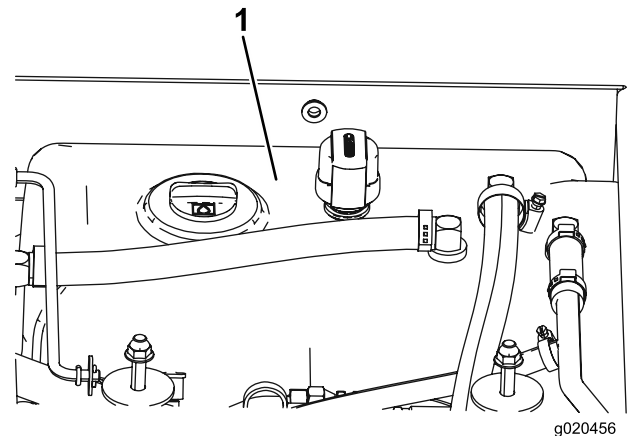

図 68
3. オイルタンク 図 68 に適正量のオイルを入れる「油圧オイルを点検する」を参照。